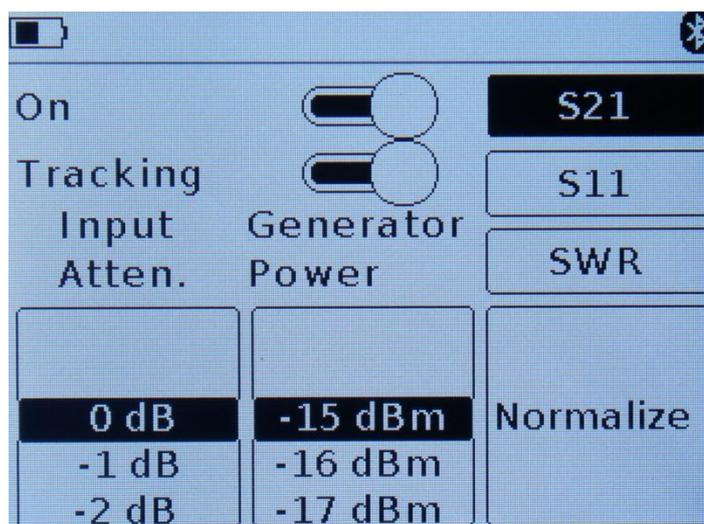

Рисунок 16 – Включение режима снятия амплитудно-частотной характеристики.
7.6.6. Установите необходимый уровень ослабления сигнала входным аттенюатором **Input Atten**, в диапазоне от 0 до -30 dB. Установка параметра, осуществляется «прокруткой» значений до фиксированной выделенной области (Рисунок 16).